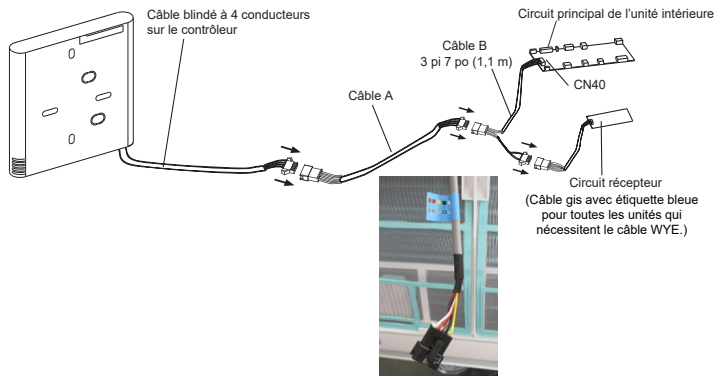

Figure 2. Câblage des unités MMDA/B, MCFA/B, M22A et M33A/B/C
1. Utiliser les schémas de câblage (Figures 2 et 6) pour connecter le contrôleur à l'unité intérieure.